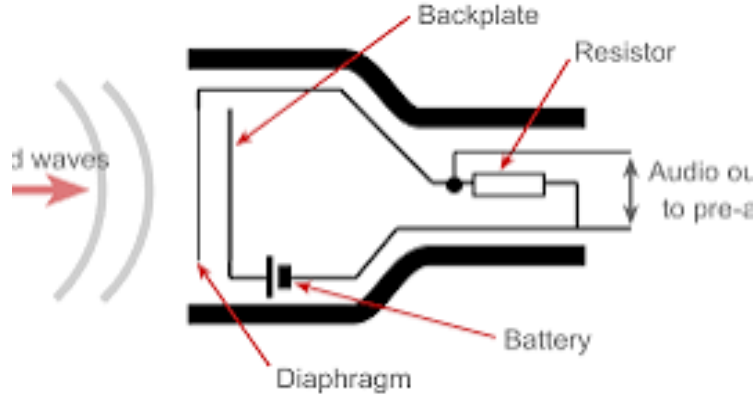

Figure no 1.5: Condenser Microphone
- कंडेन्सर मायक्रोफोनचा रचनात्मक Figure no 1.5 मध्ये दर्शविला आहे.